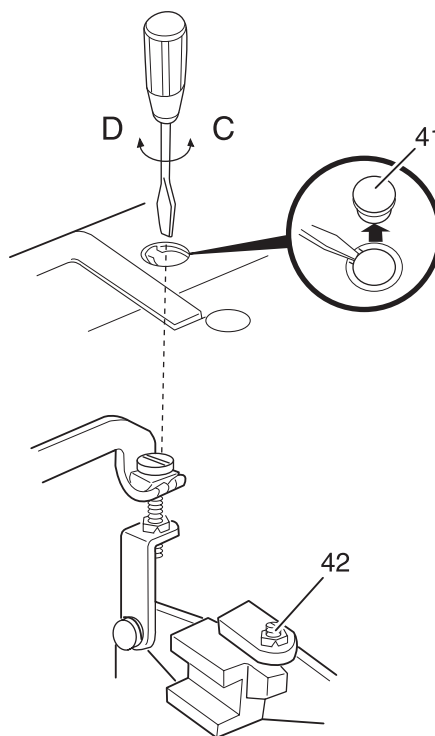

Рис. 38
- С помощью малой отвертки удалите пластмассовую заглушку 41 (рис. 38).